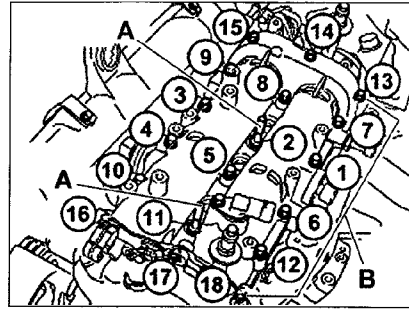

FIG. 30
- Efectuar un nuevo preapriete de los tornillos (A) (M8) a 1,5 daNm y de los tornillos (B) (M7) a 1,2 daNm (fig. 30).